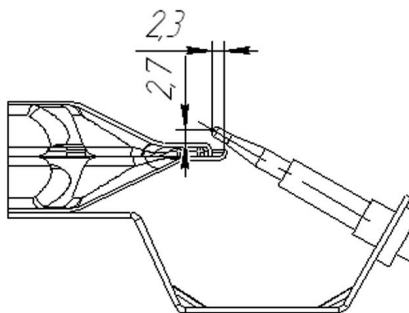

Рис. 12 Расположение термопары горелки духовки
** Чтобы правильно установить термопару, необходимо снять дно духовки, затем отрегулировать конец термопары согласно рис. 12.